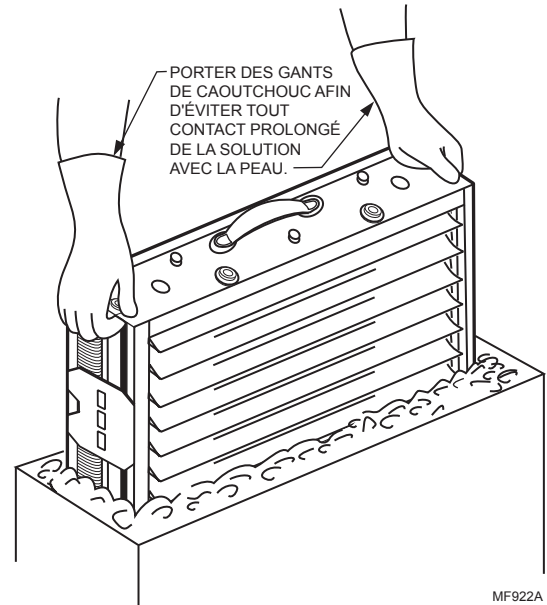

Fig. 13. Nettoyage des cellules dans un bac.
3. Lorsque le détergent est entièrement dissout, placer les cellules dans le bac et laisser tremper de 15 à 20 minutes. Agiter les cellules de haut en bas à quelques reprises et les retirer de l'eau. Voir la Fig. 13.